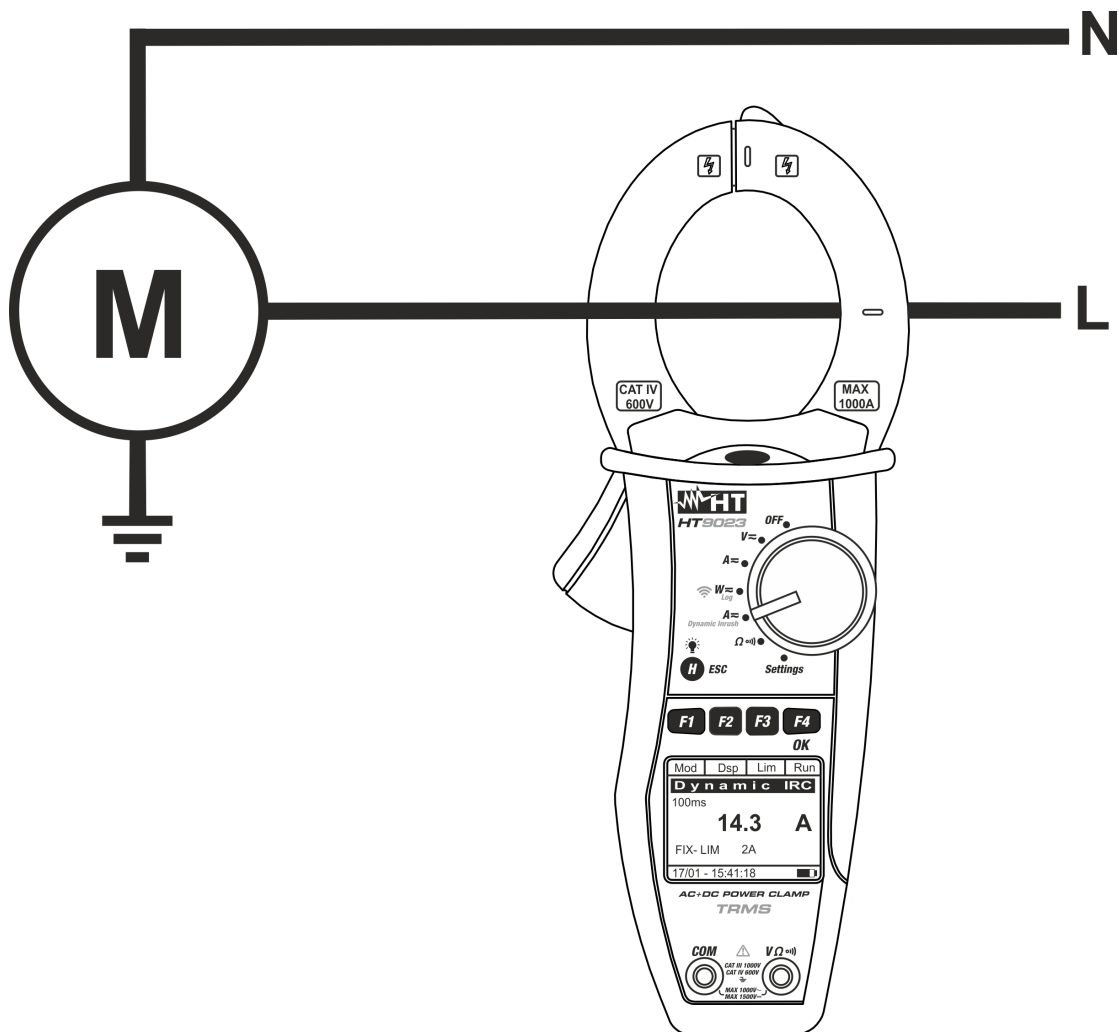

Abb. 11: Dynamic Inrush Strommessung
7. Setzen Sie den Leiter ins Zentrum der Zangenöffnung, damit Sie eine genauere Ablesung der Messwerte erhalten. Auf die vorhandenen Ausrichtungsmarkierungen achten (siehe Abb.11)